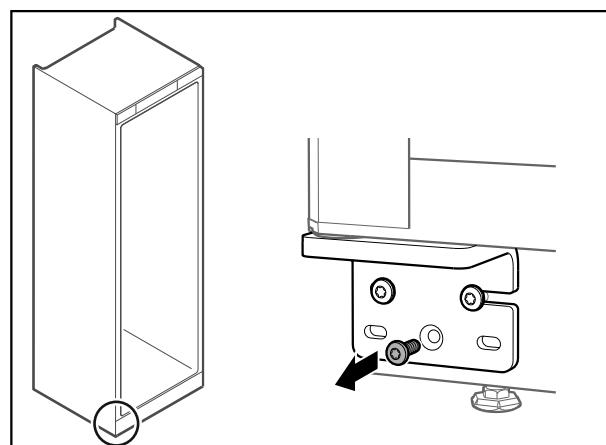

*Fig. 52*
- Aizkabinet sānos priekšējos pārsegus Fig. 52 (1) un iekšpusēnofiksējiet.
- Nofiksējiet augšējo pārsegu Fig. 52 (2) no augšpuses.